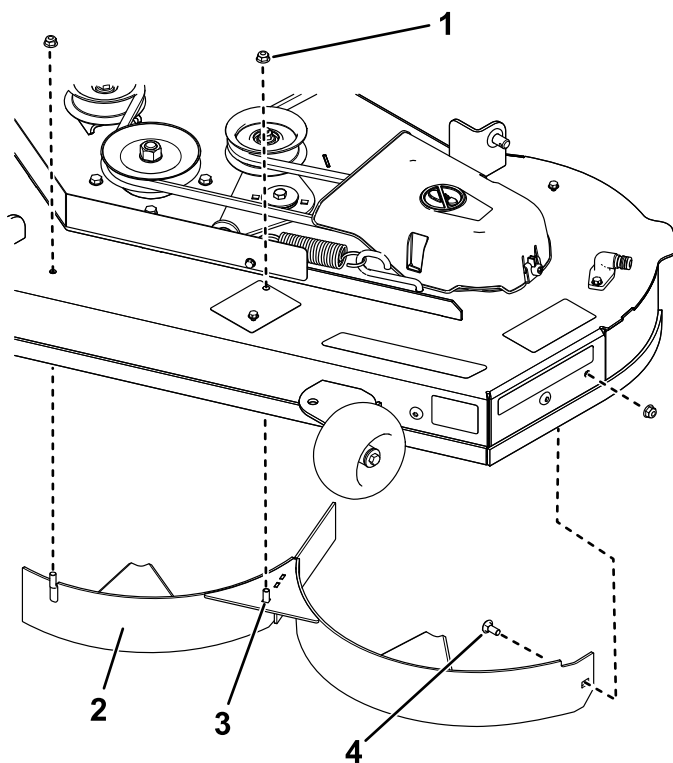

Figure 14
7. Déposez les 2 contre-écrous (5/16") des montants soudés du déflecteur gauche (Figure 14).
8. Retirez le boulon de carrosserie et le contre-écrou qui fixent le déflecteur gauche au plateau, puis déposez le déflecteur (Figure 14).
9. Localisez les 2 boulons dans les pièces détachées et insérez-les, avec les contre-écrous existants, dans les trous du plateau de coupe (voir Figure 14) pour éviter la projection de débris.